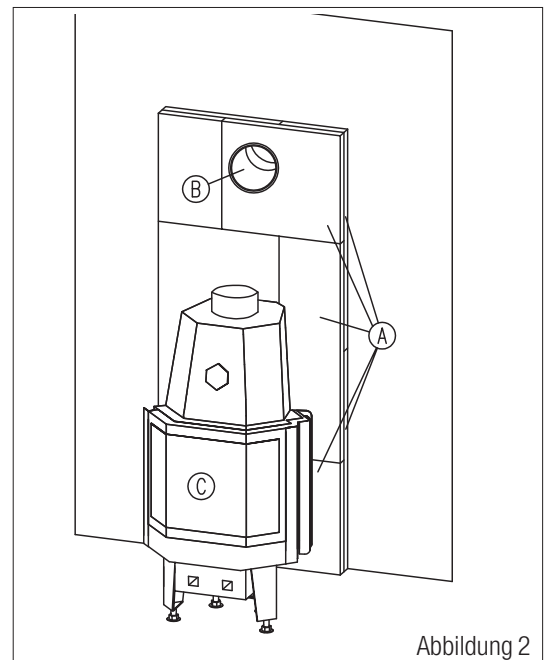

Abbildung 2
4.3. Richten Sie die Radiante jetzt auf und stellen Sie diese an die vorgesehene Position. Prüfen Sie mit einer Wasserwaage, ob die Feuerraumtüre des Heizeinsatzes senkrecht steht. (**Abb. 2**)